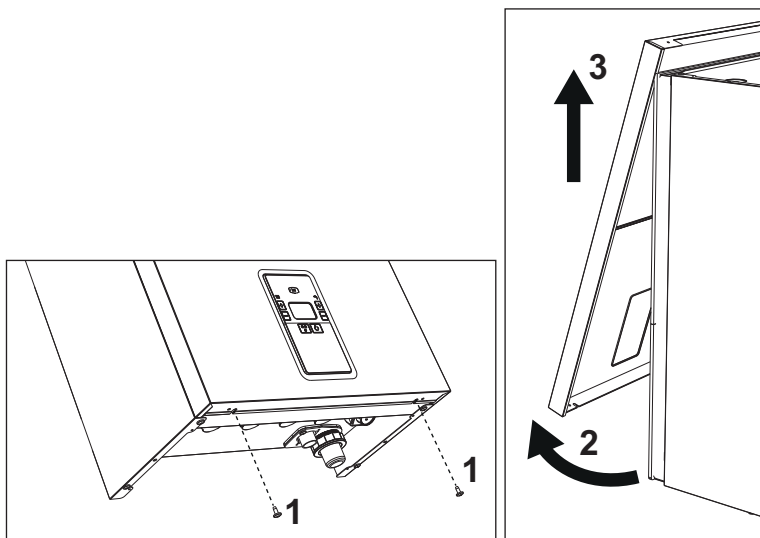

fig. 47 - Apertura pannello frontale
1. Svitare le viti "1" (vedi fig. 47).